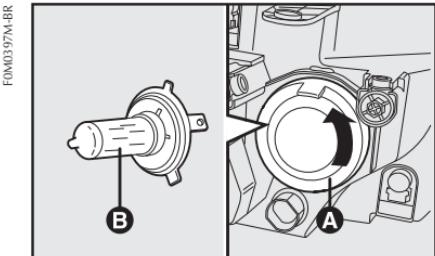

fig. 18
FARÓIS BAIXOS E ALTOS - fig. 18
- extrair a lâmpada **B**-fig. 18 e substituí-la;